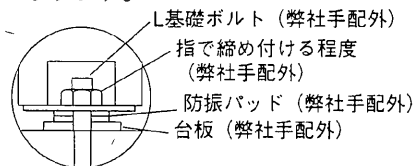

図6 防振パッド取付要領
- (1) 圧縮ユニットは雨水や直射日光のあたらない場所に設置してください。
- (2) 周囲温度は+5～35℃になるように機械室の換気をしてください。換気量の目安は冷凍トン当り0.4m3/分です。
- (3) ユニットの基礎はコンクリート又は鋼製とし、運転重量に十分耐えうるものでなければなりません。水平度は3/1000以内にしてください。
- (4) ユニットの周囲には保守・点検及び分解作業のできるスペースを確保しておいてください。特に凝縮器に対しては冷却管の掃除や交換ができるよう右又は左側に2m以上のスペースをとってください。
- (5) 特に振動をさらう場所に設置するような場合はユニットと基礎の間に防振パッド又は防振台床を敷くことをおすすめします。(図6参照)